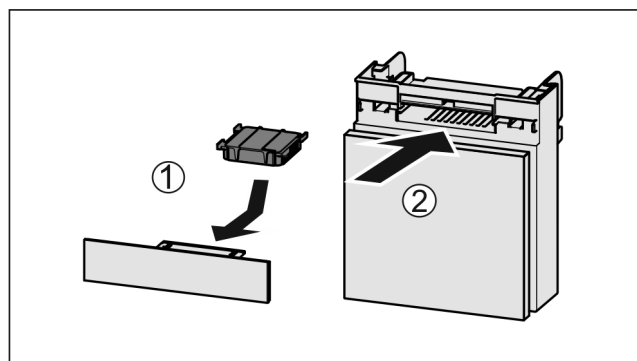

Fig. 53
- Vložte aktívny uhlíkový filter podľa obrázka Fig. 53 (1).
- Zasuňte zásuvku Fig. 53 (2).